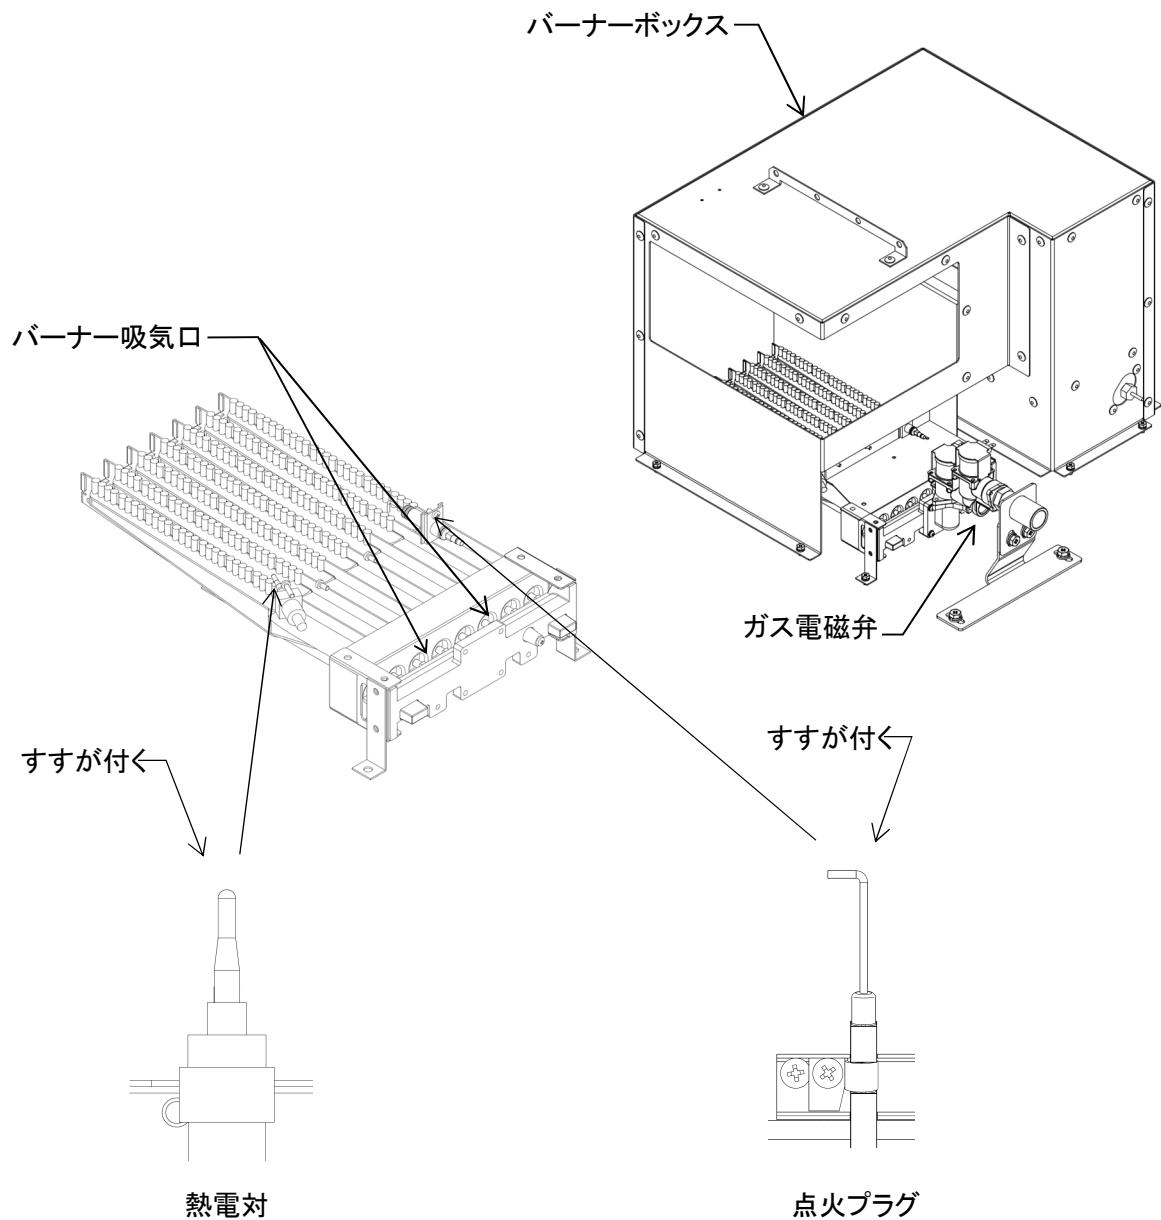

図 9-5
3) 点火プラグの点検 (図 9-5)
4) 热電対の点検 (図 9-5)